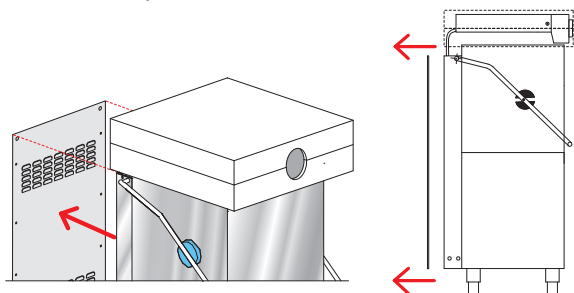

Fig. 10
- Quitar el respaldo (véase Fig. 10).